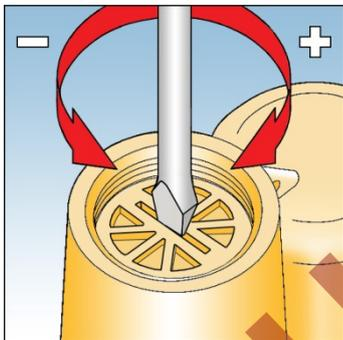

Fig. 5
16. Se há válvula de bloqueio (shut-off) incorporada, solte o pino de rearme manual e puxe-o firmemente. Segure nesta posição até que a tubulação a jusante esteja totalmente pressurizada, então solte gentilmente o pino de rearme manual. Veja Fig. 5.